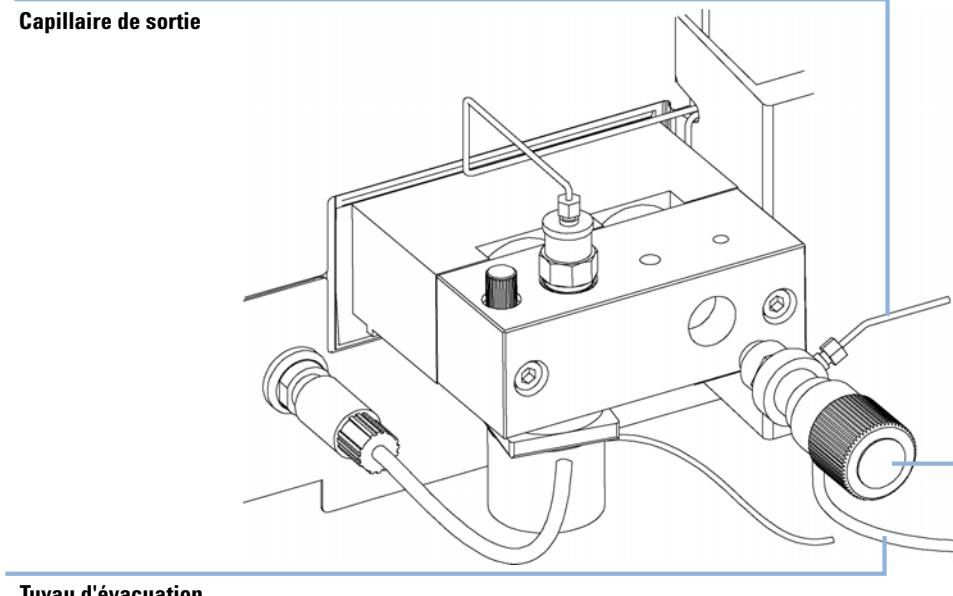

Figure 18 Remplacement du clapet de purge
- 8 Introduisez le clapet de purge dans la tête de pompe en orientant la sortie pompe et la sortie d'évacuation comme le montre la Figure 18, page 87.